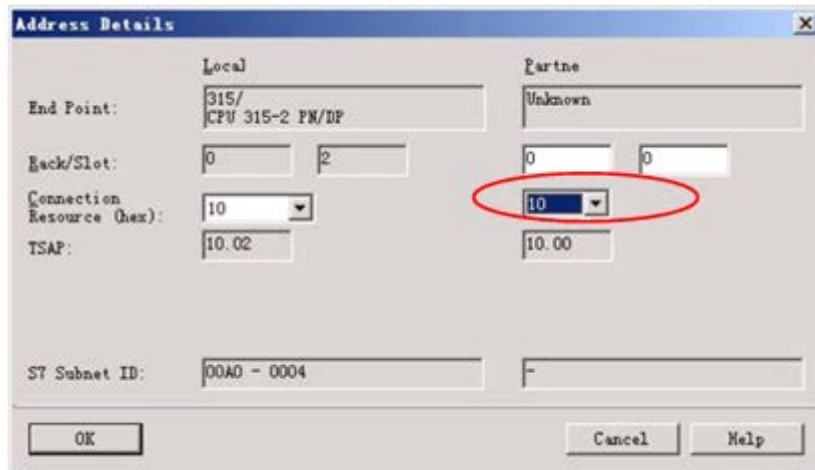

图 2-5
- 完后点击按钮“Address Details...”，在弹出的对话框中的 Partner 列中选择连接资源 10，如图 2-5 所示，该参数会在 WinCC 的连接中使用